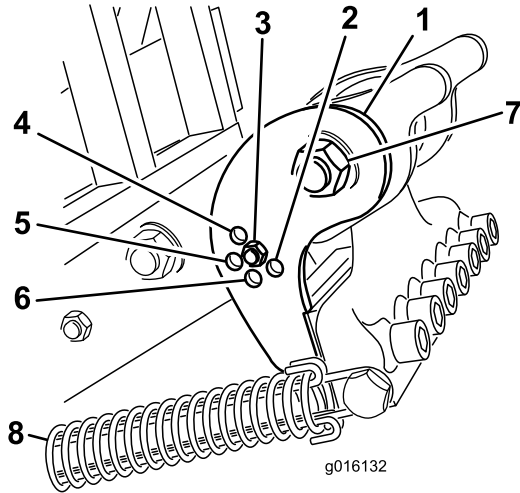

Bild 34
Stellen Sie die Neigungshalterung (Bild 34), abhängig von der Länge der verwendeten Zinken, auf die richtige Stellung ein. Sie stellen den Kopfanschlag auf eine von fünf festgelegten Stellungen ein, indem Sie das Loch wählen, durch das die Einstellstange geschraubt ist. Diese Löcher sind nur Voreinstellungen; beispielsweise können Sie ein gleichmäßigeres Finish erhalten (abhängig von der Anwendung) wenn Sie eine 25,4 cm lange Zinke in der 30,5-cm-Stellung verwenden.
3. Lösen Sie die Federspannung zum Zinkenkopf (Bild 34).
4. Entfernen Sie die Mutter und Schraube in den Einstelllöchern der Neigungshalterung (Bild 34).